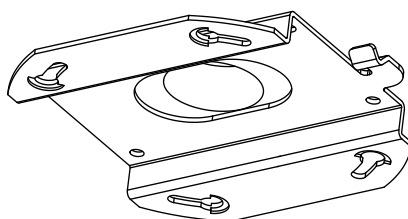

图2-46 安装标记
1. 利用智能球吸顶底座，在天花板上标记 4 颗螺丝安装孔的位置。如果使用顶部电缆出现方式，您需要在天花板上标记线缆的位置并钻孔，如图 2-46 所示。